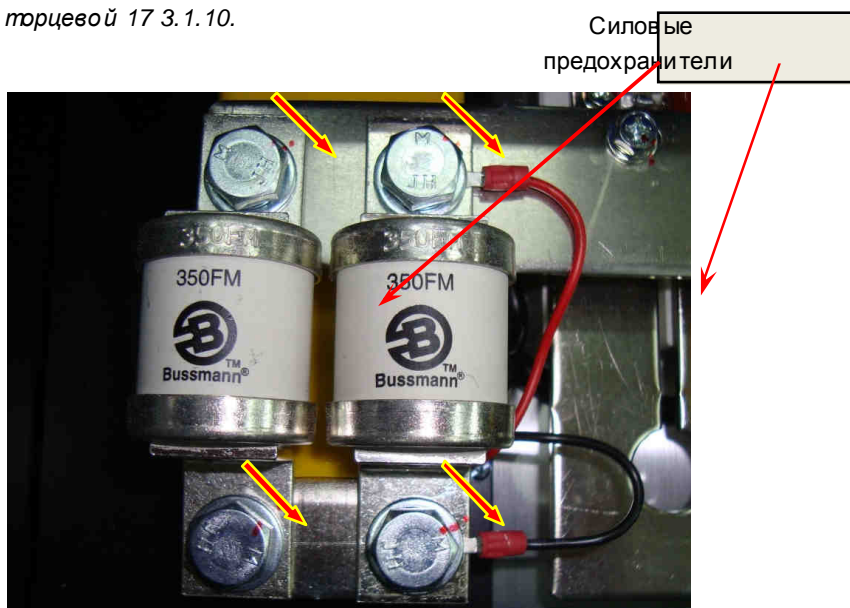

Рис. 6.8.
6.7.1. Выкрутить четыре болта и демонтировать силовые предохранители (рис. 6.8, красные стрелки). Положить предохранители и болты с шайбами в тару.